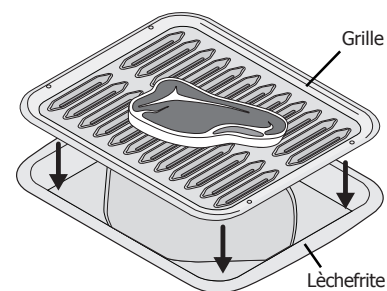

Fig. 2
3. Lorsque vous utilisez deux grilles de four en même temps, placez-les dans les positions 2 et 5 pour obtenir de meilleurs résultats (fig. 2).